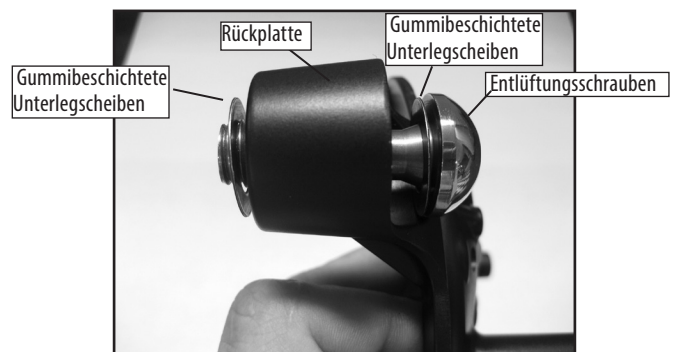

Bild 4
4. Nehmen Sie sich die zwei Entlüftungsschrauben sowie die acht mit Gummi beschichteten Unterlegscheiben. Legen Sie je eine Unterlegscheibe auf jede Entlüftungsschraube und schieben Sie diese durch die Befestigungslöcher in der Rückplatte. Bringen Sie eine weitere mit Gummi beschichtete Unterlegscheibe auf jeder Entlüftungsschraube an. Gezeigt in Bild 4.